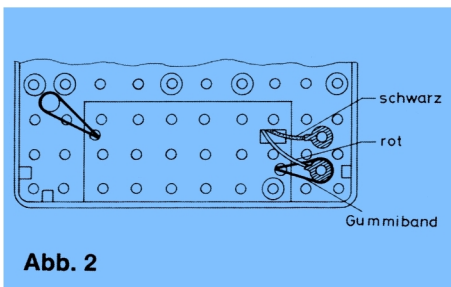

Abb. 2
2. Zum Festklemmen der Batterie wird das Gummiband im Batteriefach von unten durch die äußeren Löcher gesteckt und über die nebenliegenden Schraubröhrchen gehakt (Abb. 2).
3. Kabelschuhe von unten durch das große Loch im Batteriefach stecken und innen so auf die benachbarten Schraubröhrchen drücken, daß die Kabelzuführungen in die Schlitze passen (Abb. 2). Es ist unbedingt darauf zu achten, daß der rote Anschlußdraht zu dem Schraubröhrchen führt, das näher zur Gehäuseecke liegt, das näher zur Gehäuseecke liegt.